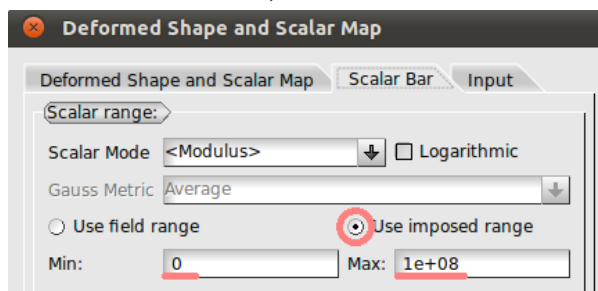

図 38 Scalar Bar
⑦分布が分かりにくいのでレンジを変更する。ScalarDefShape 上で右クリックを選択し、Edit を選択して、Deformed Shape and Scalar Map を表示する。Scalar Bar に移動し、[Use imposed range] にチェックを入れ、Min:0,Max:1.0e8 に変更する。(参照：図 38)